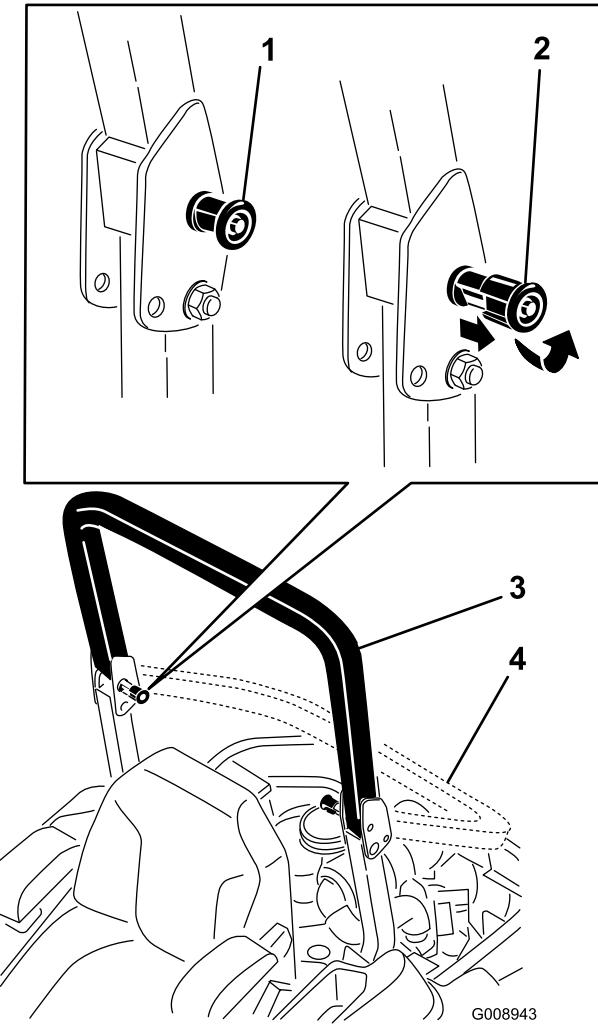

Figure 8
2. Tirez sur les deux boutons et tournez-les à 90° pour les désengager (Figure 8).
3. Faites pivoter l'arceau de sécurité à la position abaissée (Figure 8).
- 4. Pour relever l'arceau de sécurité à la position d'utilisation, tournez les boutons de sorte à les déplacer partiellement dans les rainures (Figure 8).
- 5. Redressez l'arceau de sécurité en position relevée tout en poussant dessus; les goupilles s'engagent en position quand les trous sont en face (Figure 8). Appuyez sur l'arceau de sécurité et vérifiez que les deux goupilles sont engagées.